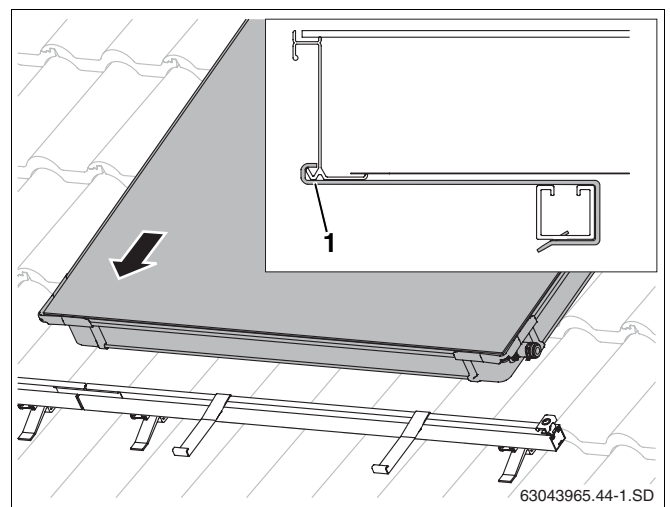

Fig. 43 Colocar o primeiro colector nos perfis
- ▶ Colocar o primeiro colector nos perfis e introduzir as protecções contra deslizamento (fig. 43).
O bordo inferior do colector deve encontrar-se na abertura da protecção contra deslizamento (fig. 43, **item 1**).